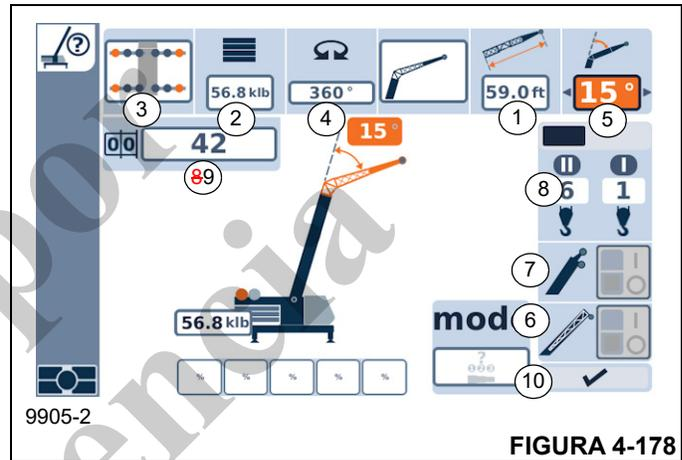

FIGURA 4-178
- Introduzca los componentes individuales (1, Figura 4-178) a (8), uno tras otro.
- O introduzca el código de RCL (9) y el enhebrado (8).